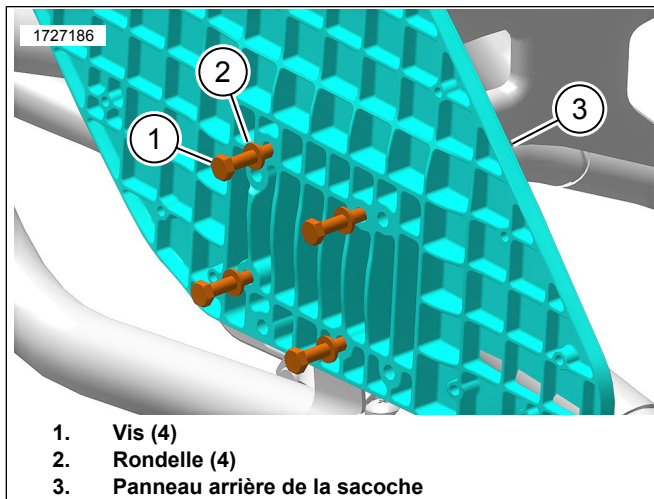

Figure 4. Installez les vis
2. Voir la Figure 4. Installez les rondelles (2) sur les vis (1).